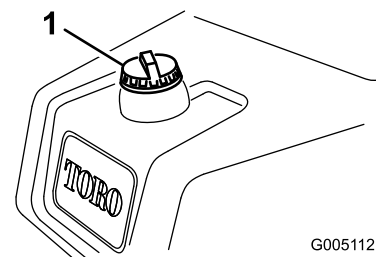

Figura 26
1. Limpie alrededor del tapón del depósito de combustible y retire el tapón (Figura 26).